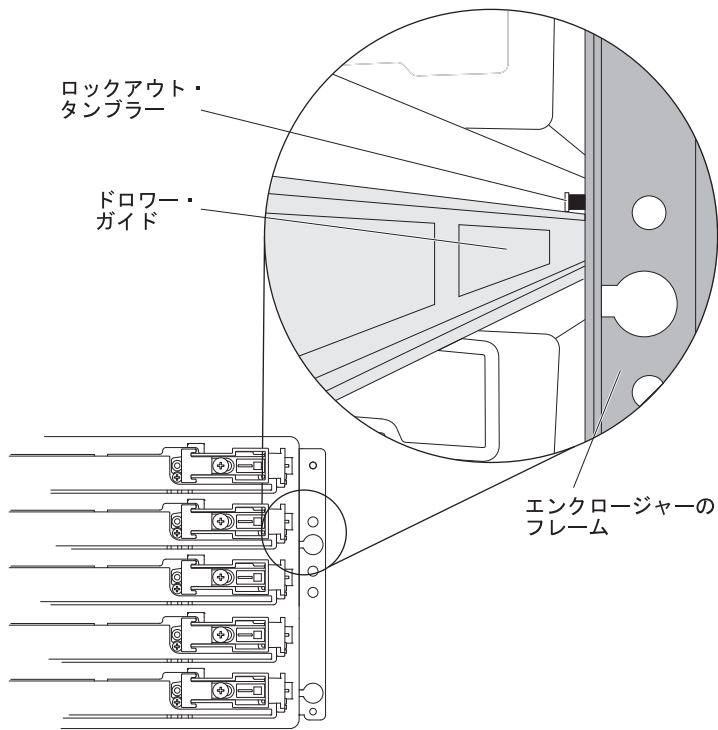

図 93. ロック・タンブラーがドロワー・ガイドより上にある場合
- a. ストレージ拡張エンクロージャーの前面で、新しいドライブ・ドロワーをスロットに取り付け、その際に、ロックアウト・タンブラーが必ずドロワー・ガイドより上にくるようにします。 ロックアウト・タンブラーは、フレームに取り付けられている小さな位置合わせ部品です。 144 ページの図 93 に、エンクロージャーの前面から見た、ロックアウト・タンブラーの位置を示します。